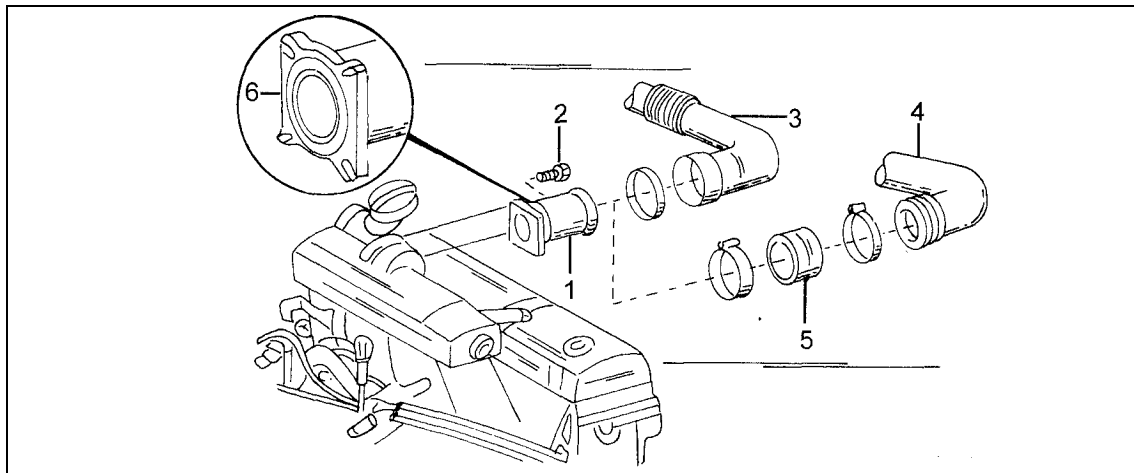

Bild 229
Als Mischkammer wird das in Bild 229 gezeigte Teil (1) bezeichnet. Wie aus dem Bild ersichtlich ist, sind die daran angeschlossenen Luftansaugschläuche nicht bei beiden Motoren gleich, d.h. beim Turbodiesel ist ein Verbindungsstück zwischen Mischkammer und Luftansaugschlauch eingesetzt.